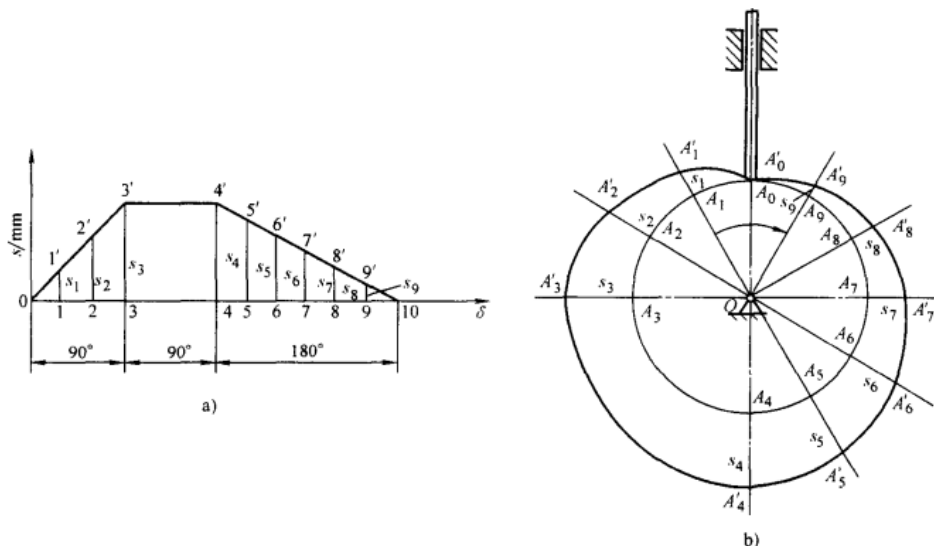

图 3-10 尖顶从动件盘形凸轮轮廓曲线的绘制
作图步骤如下（图 3-10）：
4) 在各条切线上自 B'_1 、 B'_2 、 B'_3 ……与图 3-10 作图方法相同，截取 $B'_1B_1 = 11'$ ， $B'_2B_2 = 22'$ ， $B'_3B_3 = 33'$ ……。得 B_1 、 B_2 、 B_3 ……各点。将 B_1 、 B_2 、 B_3 ……各点连成光滑曲线，即为凸轮轮廓曲线。